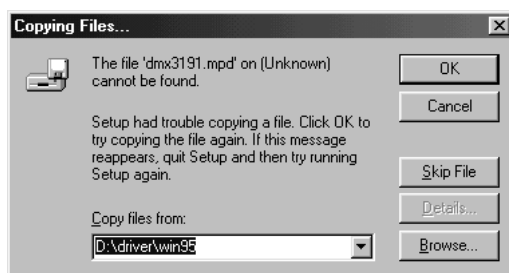

Figure 12 : installation du pilote
9. Cliquez sur 'OK' {OK} (Figure 12) pour poursuivre l'installation. Les fichiers sont maintenant copiés. La Figure 13 est affichée après quelque temps.